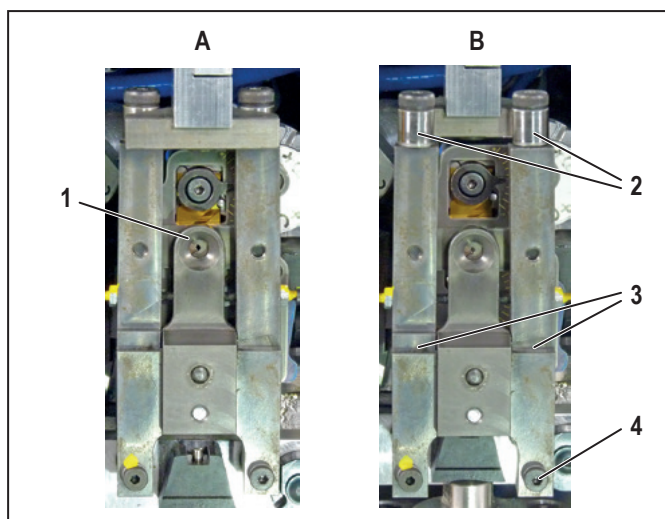

图7.4 在操作位置 (A) 和向前拉的 (B) 的多股导线固定设备
- ▶ 将多股导线固定设备往前拉（figure 7.4，B）。
- ▶ 确认是否滚轮 (2) 可以自由移动。必要时，润滑滚轮的旋转点。
- ▶ 为多股导线固定设备的旋转点 (3) 上油。
- ▶ 请确保多股导线固定设备在正面 (figure 7.4, B)。
- ▶ 移除多股导线固定设备的右下方螺丝 (figure 7.4, 4)。